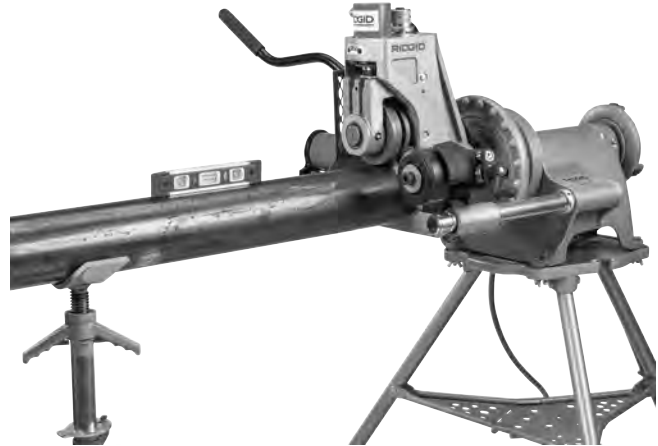

Figura 13 – Nivelación del tubo
- La recta central del tubo y la recta central del eje de mando deben estar en paralelo. Esto se puede verificar con un nivel colocado sobre el cilindro hidráulico y sobre el tubo. *Vea la Figura 13.*